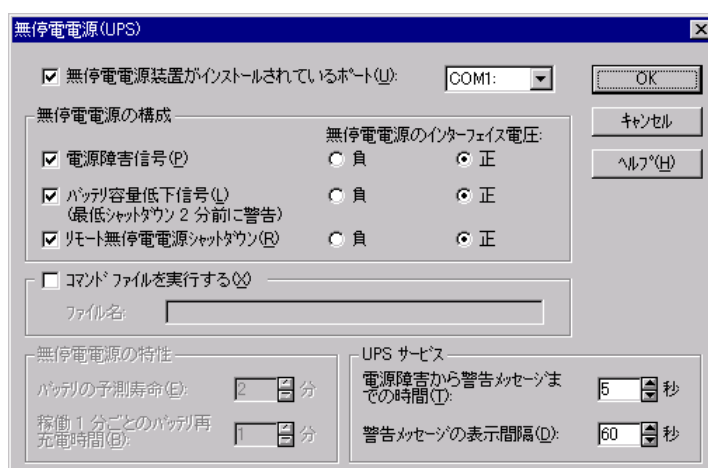

図2
② 「無停電電源 (UPS)」 のアイコンをダブルクリックすると設定画面が起動します。(図2)